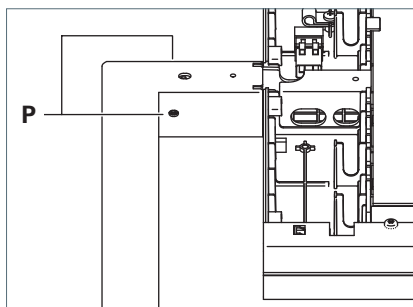

Fig. 7: Aligner la tête du luminaire à angle droit par rapport au tube porteur
- Alignez la tête du luminaire à angle droit par rapport au tube porteur, puis vissez manuellement au tube porteur les deux vis sans tête **P** dans le sens contraire des aiguilles d'une montre, voir Fig. 7.